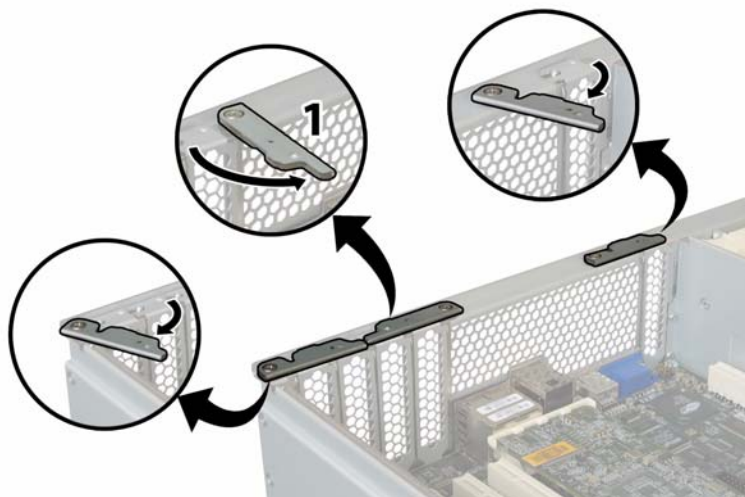

图 4-54 打开 PCI 卡固定锁销
- b. 在机箱的背面执行操作，旋转覆盖 PCI 卡背面连接器面板的 PCI 卡锁销，使其打开。请参见图 4-54。
- a. 在机箱的背面执行操作，旋转插槽的 PCI 卡锁销，使其打开以接收新 PCI 卡。请参见图 4-54。